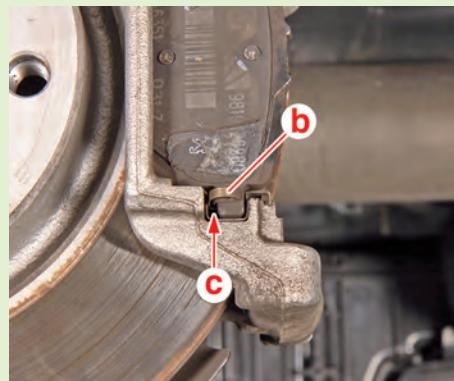

Fig.11
- Contrôler l'état des soufflets (a) et le coulistement des colonnettes (12). Si nécessaire, appliquer de la graisse multifonction sur les colonnettes.
- Reposer dans leurs emplacements d'origine (Fig.11) :
- les agrafes (10),